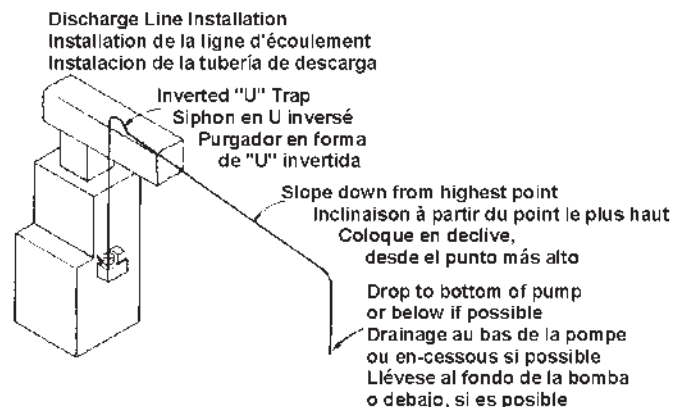

FIGURE 3
4. Run flexible tubing or pipe from evaporator drain into one of the three pump inlets. Be sure inlet piping is sloped downward to allow gravity flow (Figure 3). Extend the inlet piping into the tank from 1 to 3 inches to ensure that it will not interfere with proper float operation. Be sure that the inlet piping is cut at an angle where it enters the tank.
1. Courant flexible tubage ou pipe dès evaporator drain into 1 de la 3 pompe inlets. Pour permettre un bon écoulement, s'assurer que le tuyau d'admission est bien dirigée vers le bas (Figure 3). Introduire le tuyau d'entrée de 1 à 3 pouces (de 2,5 à 7,5 cm) à l'intérieur du réservoir afin de s'assurer qu'il ne nuise pas au fonctionnement du flotteur. Vérifier que le tuyau d'entrée est coupé en angle à son entrée dans le réservoir.